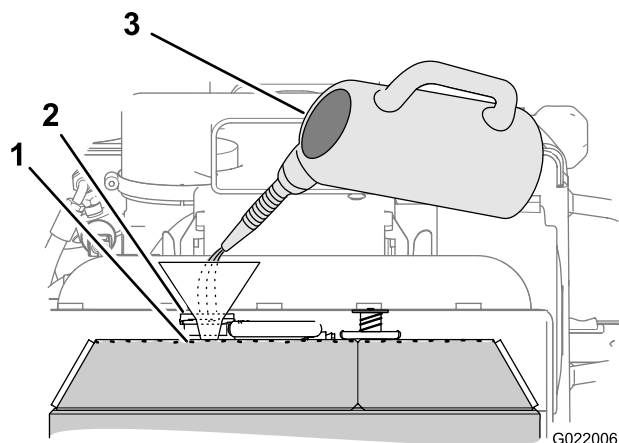

Рисунок 84
3. Залейте в радиатор смесь охлаждающей жидкости указанного типа так, чтобы ее уровень дошел до верха заливной горловины (Рисунок 84).